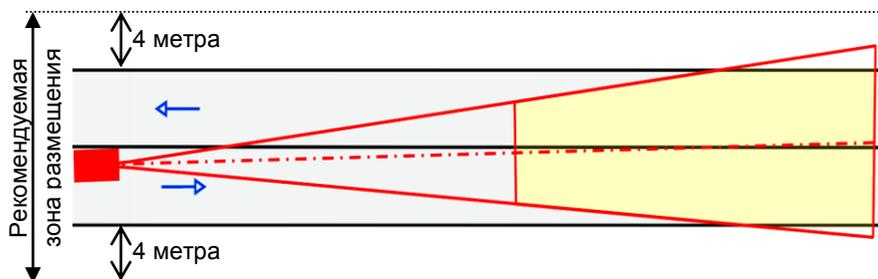

Рис. 4. Рекомендуемая зона размещения
- Видеореги­ст­ра­тор устанавливается одним из двух способов (Рис. 4):